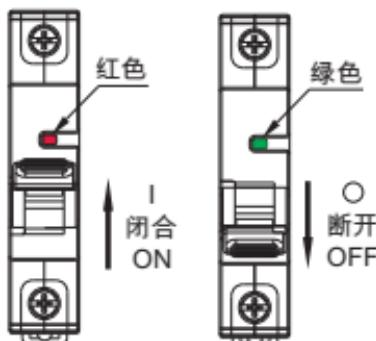

图2 NB5-63N/H闭合、断开状态指示
5.1 安装使用前先检查断路器标志与所使用的工作条件是否相符；断路器闭合、断开状态指示如下图2